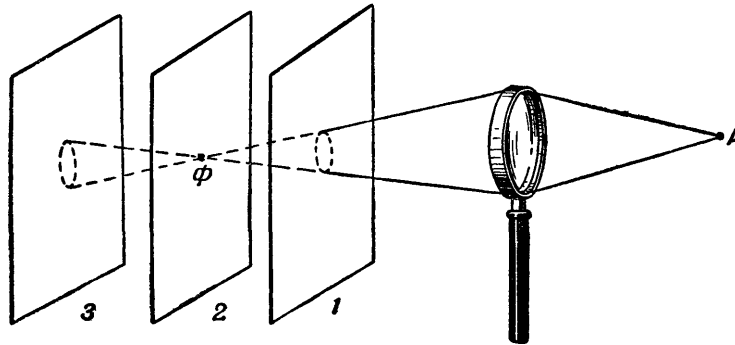

Рис. 4. Резкое изображение световой точки А получается только в фокусе линзы Φ
Рис. 4 поясняет, почему это так происходит. Лучи от точки А проходят через линзу и идут далее сходящимся пучком. Пройдя точку Φ , называемую фокусом линзы, они снова расходятся. На рисунке изображён экран в трёх положениях: между линзой и точкой Φ (1), в точке Φ (2) и за точкой Φ (3). Понятно, что только в точке Φ мы имеем резкое изображение источника света А. В двух других положениях вместо точки мы получим расплывчатое круглое пятно. В этом и причина уменьше-